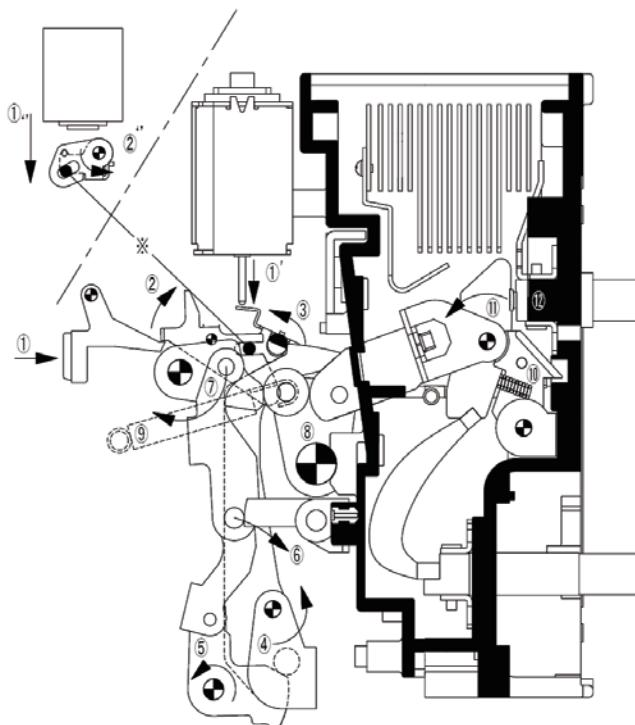

図 14 開路動作
チャージレバー⑦がフリーとなり反時計方向に回転し、投入リンク、トリップリンク⑧を直伸方向に押し出します。そして、投入リンク⑧につながっている投入トグルカム⑨が反時計方向に回転し、クロスバー⑩が時計方向に回転して、可動コンタクト⑪が固定コンタクト⑫に接触します。この時点で各部品は図14に示す位置に移動しています。